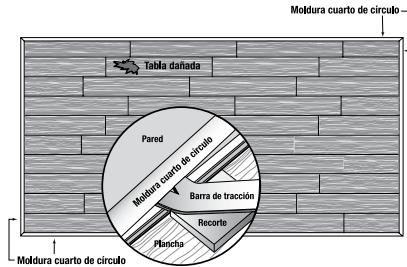

Fig. 5
1. En caso de un problema importante con el sistema de enganche, es posible reparar una pieza entera del revestimiento de piso. En la mayoría de los casos, simplemente retire la moldura de las paredes más cercanas a la tabla dañada (Fig. 5).